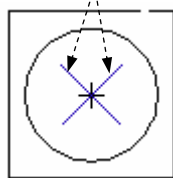

图 4.8.3 加亮重叠部分
Step2. 选择命令。单击 **草绘** 功能选项卡 **检查** ▾ 区域中的  按钮，系统自动加亮图 4.8.3 所示的重叠的图元。